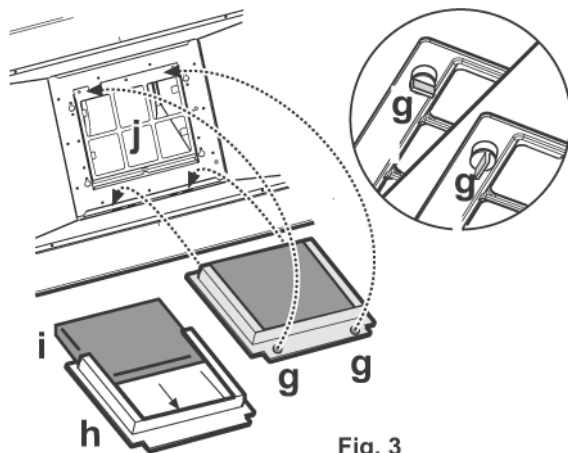

Fig. 3
2. Togliere il telaio reggifiltro girando di 90° i pomelli (g - **Fig. 3**).
3. Montare il filtro al carbone (i - **Fig. 3**) all'interno del telaio reggifiltro (h - **Fig. 3**).